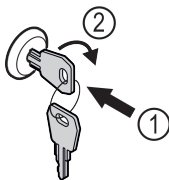

Fig. 157
- ▶ Włożyć kluczyk Fig. 157 (1).
- ▶ Przekręcić kluczyk o 90° w prawo Fig. 157 (2).